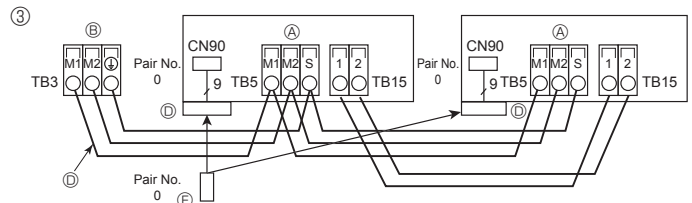

Fig. 6-5
- ③ Télécommande sans fil (lors de l'installation du récepteur de signal sans fil) (Fig. 6-5)
- (A) Bloc de sortie du câble de transmission (D) Récepteur de signal sans fil